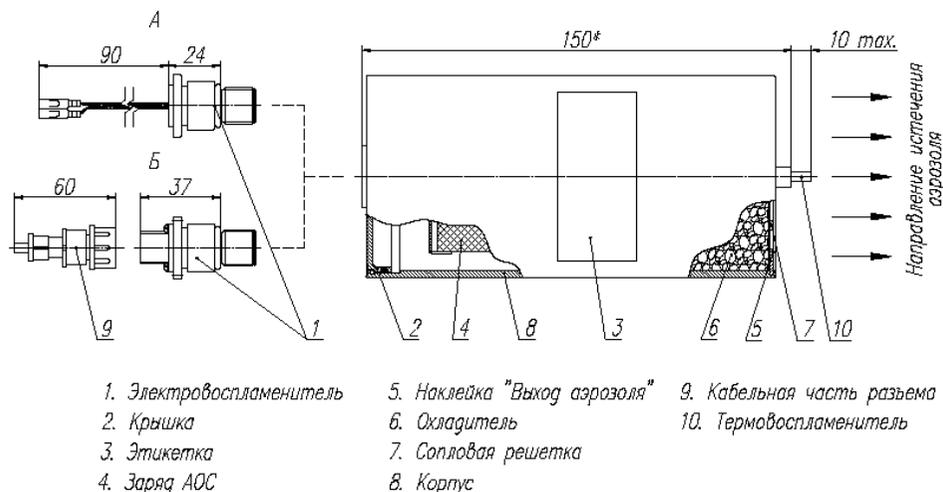

Рис.1. Генератор огнетушащего аэрозоля.
5.1. Устройство генератора (рис.1).5.1.1. Генератор состоит из металлического корпуса 8, в виде цилиндра, один торец которого оснащен сопловой решеткой 7 закрытой наклейкой 5 (ВНИМАНИЕ - не снимать!), а другой закрыт крышкой 2 с резьбовым отверстием для установки электровоспламенителя 1 (при транспортировке отверстие закрыто заглушкой). Внутри корпуса размещается заряд аэрозолеобразующего состава (АОС) 4 и охладитель 6.
3.1. В комплект поставки ГОА (рис.1) входит: